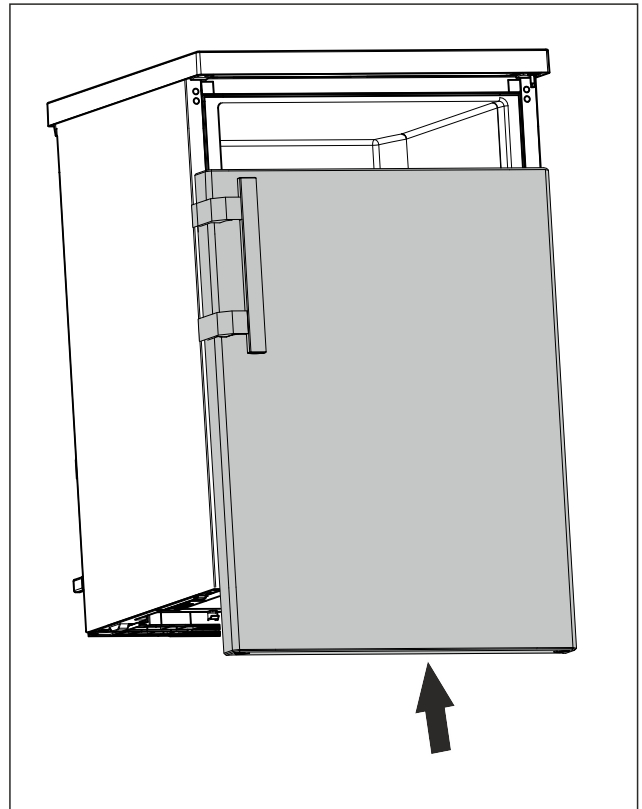

Fig. 15
- ▶ У закритому стані насуньте дверцята на верхній болт. (див. Fig. 15)